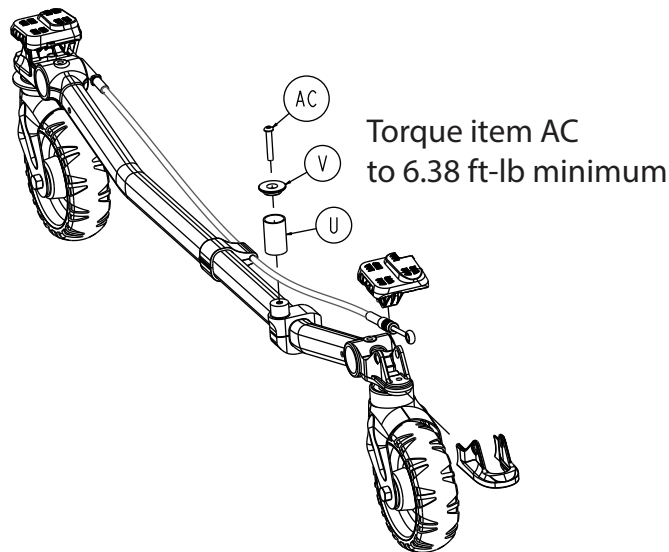

Figure 41 – Retirer et jeter les vis d'assemblage à tête ronde
1. À l'aide d'une clé Torx T27, retirer la vis d'assemblage à tête ronde (AC) qui fixe le capuchon du montant de retenue (V) et le corps du montant (U) au support supérieur (Figure 41). Jeter la vis.